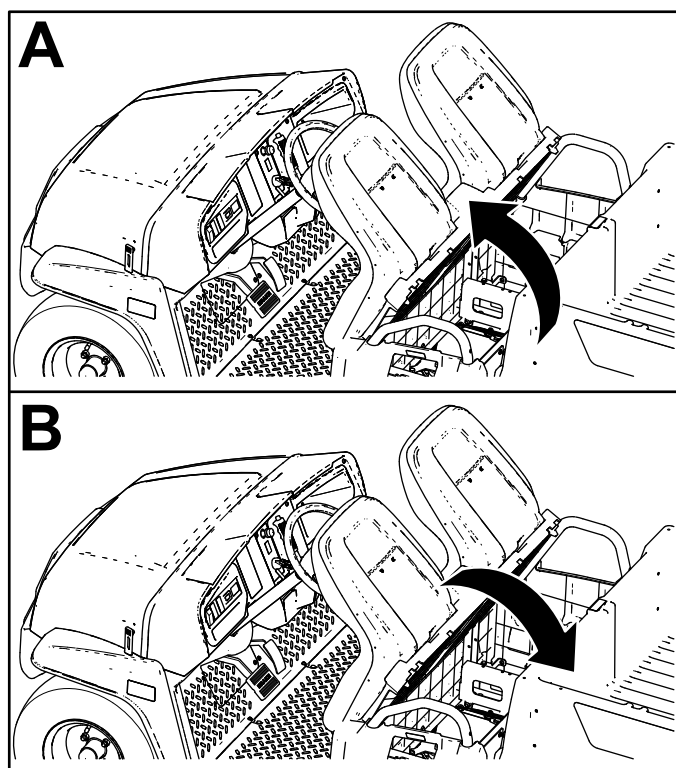

Figura 25
Pentru a ridica ansamblul scaunului, împingei ansamblul scaunului înainte, până când se sprijină pe volan (Figura 25).
Pentru a coborî ansamblul scaunului, împingei ansamblul scaunului spre spate, până când acesta se aază în poziia iniială (Figura 25).
1. Împingei ansamblul scaunului înainte, în poziia ridicată (Figura 25).